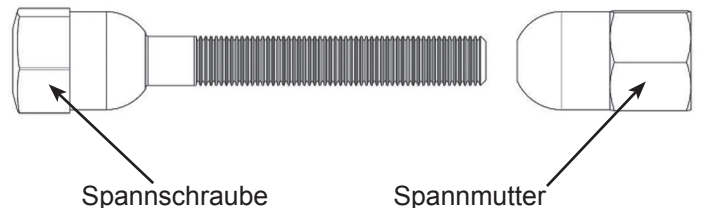

Abbildung 6
3. Die Spanschraube durch die Spannringenden führen und die Spannmutter mit dem abgerundeten Ende in Richtung Spannring geschrauben (Abb. 6).